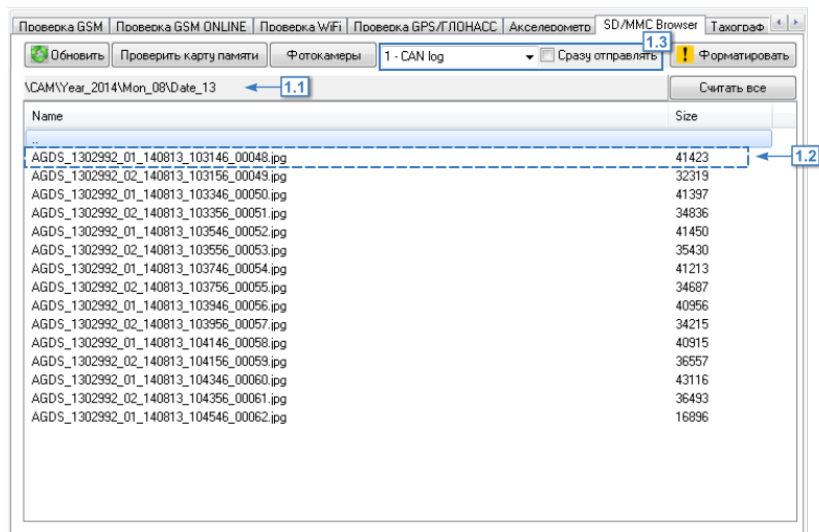

Рис.93. Вкладка «SD/MMC Browser».
1. Снимки с камер (Рис.93, п. 1.2).
Файлы копируются в папку \SD, расположенную в папке с установленной программой AG.GSMConf. Для перехода к папке \SD со скопированными файлами следует нажать левую кнопку мыши на строке с адресом (Рис.93, п.1.1).
Для того чтобы прибор записывал логи необходимо в выпадающем списке справа от кнопки «Фотокамеры» (Рис.93, п. 1.3) выбрать тип логов, который прибор «АвтоГРАФ» будет записывать: